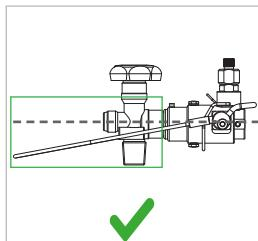
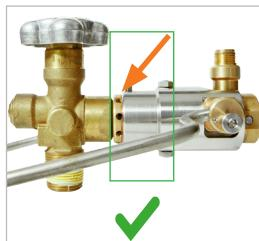
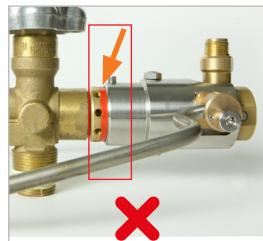

Abbildung 10
Abbildung 11
Abbildung 12
- Klappen Sie die Betätigungsbügel (Pos. 6) nach oben. Der Bügel muss sich leicht und ohne Kraftaufwand nach oben führen lassen. Das Drahtseil muss in seiner Endposition unterhalb der Waagrechten des Adapters liegen (*Abbildung 10*). Die rote Markierung am Vorderteil (Pos. 3) muss unter dem Gehäuse verschwinden und darf nicht mehr sichtbar sein (*Abbildung 11* und *Abbildung 12*).